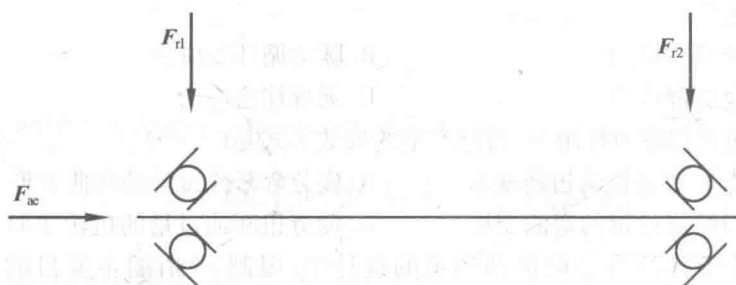

图 2
2. 如图 2 所示, 某传动轴上安装一对角接触向心球轴承, 两个轴承受到的径向载荷分别为 $F_{r1} = 1\ 650\text{ N}$ 和 $F_{r2} = 3\ 500\text{ N}$, 外加轴向力 $F_{ac} = 1\ 020\text{ N}$, 若派生轴向力 $F_d = 0.7F_r$, 试计算两个轴承实际受到的轴向载荷 F_{a1} 和 F_{a2} 。